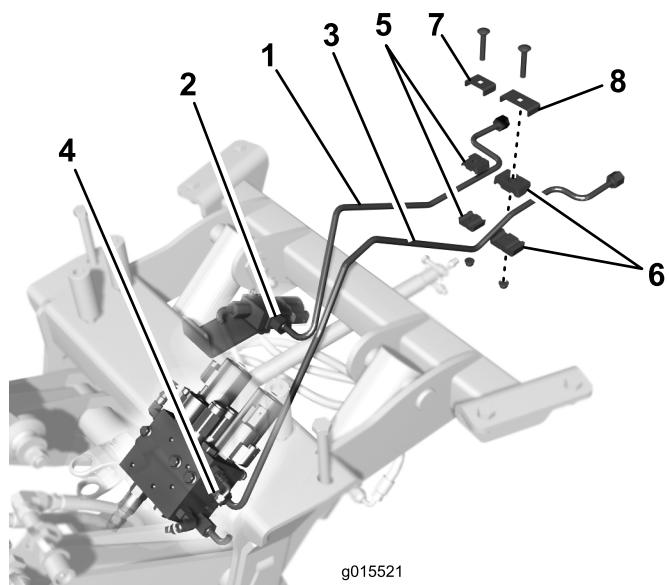

Рисунок 9
3. Подсоедините задний конец короткой гидравлической трубы к трубке на машине (Рисунок 9).
4. Подсоедините задний конец длинной гидравлической трубы к трубке на машине (Рисунок 9).
- Прикрепите, не затягивая, короткую гидравлическую трубку к соседней трубке на машине с помощью малого трубного зажима, пластины, каретного винта и фланцевой гайки, как показано на Рисунок 9.
- Прикрепите, не затягивая, длинную гидравлическую трубку к соседней трубке на машине с помощью большого трубного зажима, пластины, каретного винта и фланцевой гайки, как показано на Рисунок 9.